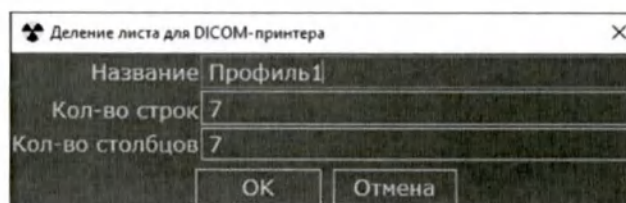

Рис. 155 Деление листа для DICOM-принтера
- Откроется окно «Деление листа для DICOM-принтера» (Рис. 155 Деление листа для DICOM-принтера);